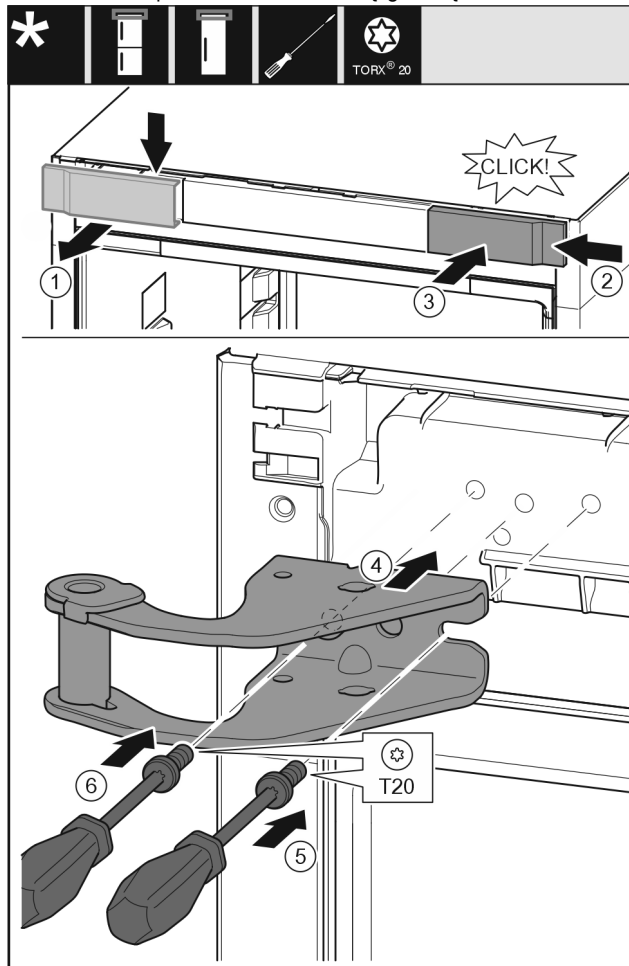

Fig. 14
- ▶ Nuimkite dengiamąją plokštelę iš viršaus į priekį. Fig. 14 (1)
- ▶ Dengiamąją plokštelę, pasukę 180°, užkabinkite kitoje pusėje iš dešinės. Fig. 14 (2)
- ▶ Užfiksuokite dengiamąją plokštelę. Fig. 14 (3)
- ▶ Uždėkite viršutinę atraminę gembę. Fig. 14 (4)
- ▶ Įkiškite varžtą atsuktuvu T20 ir tvirtai prisukite. Fig. 14 (5)
- ▶ Įstatykite varžtą atsuktuvu T20 ir tvirtai prisukite. Fig. 14 (6)